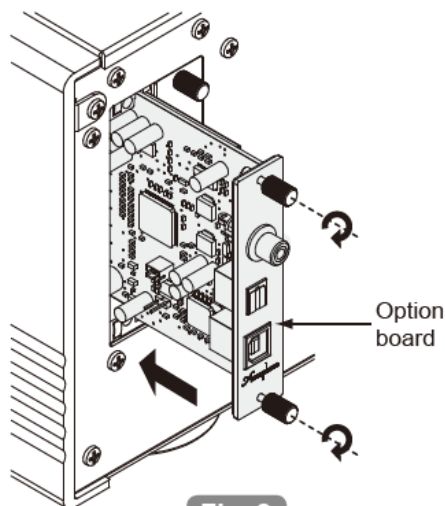

Fig. 2
3. Następnie należy włożyć wkładkę dopasowując ją do szyn w slotcie (rys.2) – należy delikatnie przesunąć wkładkę, aby dotknęła przetwornika znajdującego się na tylnej ścianie kieszeni slotu, a następnie docisnąć wkładkę.